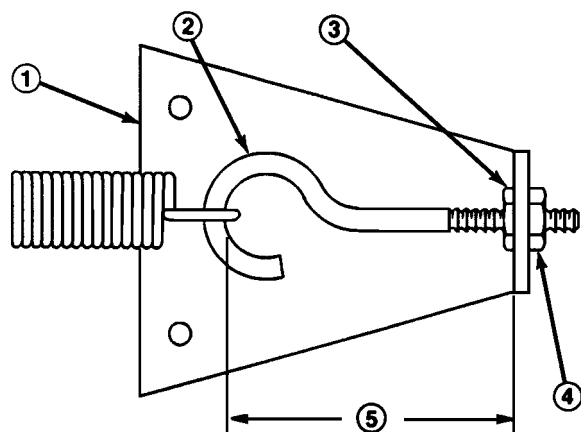

Fig. 53
VERIFICA E MESSA A PUNTO DELLA TIRANTERIA DI TRAZIONE (Fig. 53)
4. Girare in senso orario fin quando la distanza fra la parte interna dell'occhiello del bullone e la parte interna della piastra di ancoraggio della molla viene ridotta di 3 mm, come illustra la Fig. 53. Serrare il dado.